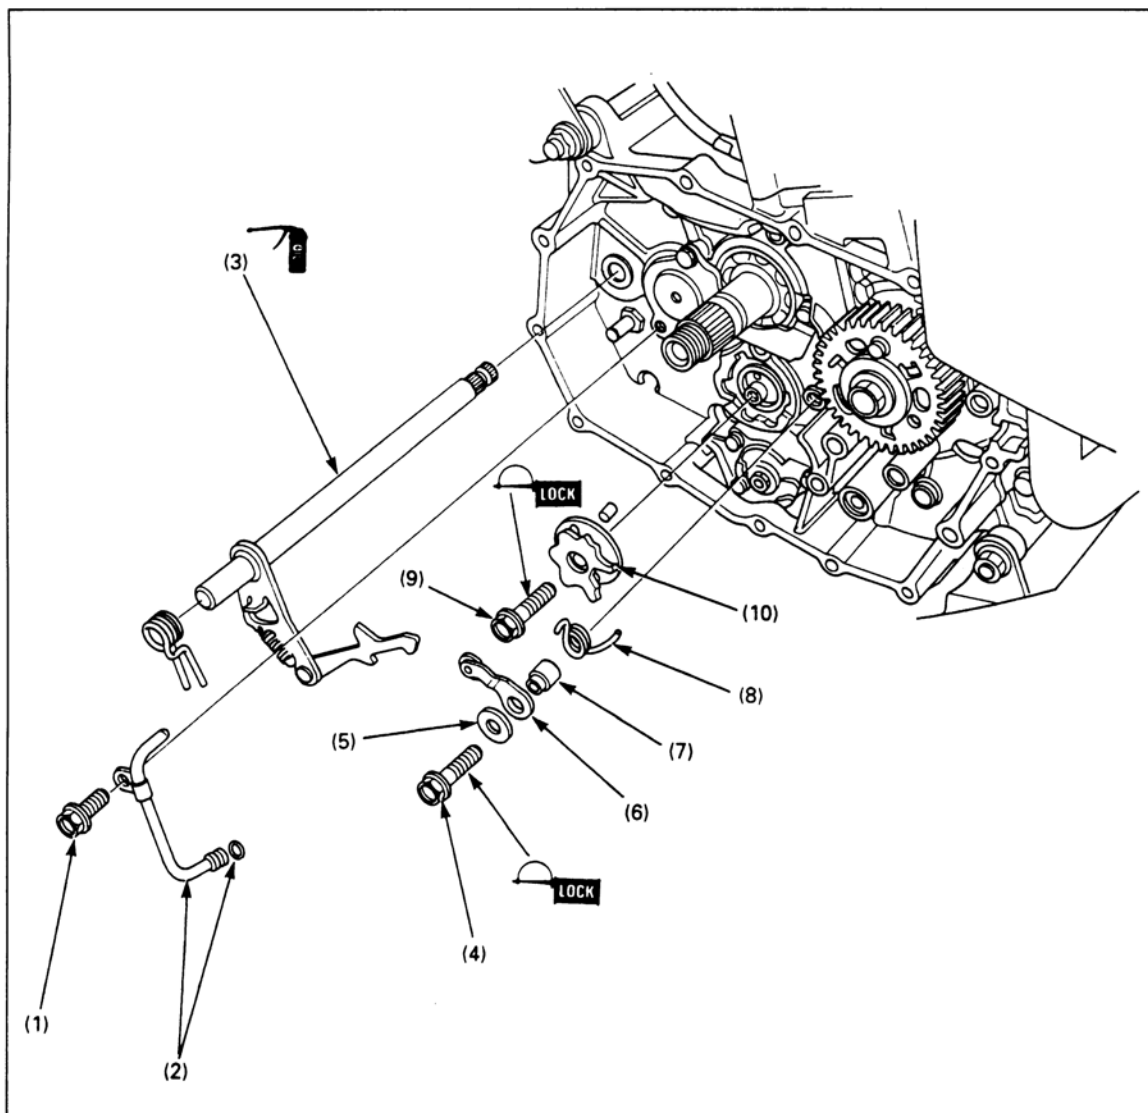

Bild 75
- Befestigungsschraube der Ölleitung ① Bild 75 ausdrehen und Ölleitung abnehmen.
- Schaltklinke der Schaltwelle ③ über Schalt-nockenplatte ⑩ heben und Welle herausziehen.
- Befestigungsschraube der Schaltwalzen-Arretierung ④ ausdrehen und Arretierungsarm abnehmen.
- Falls demontiert, Passstift in Schaltwalze stecken und Schaltwalzennockenscheibe anbringen. Dabei Mitnehmerloch auf Passstift ausrichten. Flüssige Schraubensicherung auf Gewinde der Schraube ⑨ Bild 75 auftragen und anziehen.